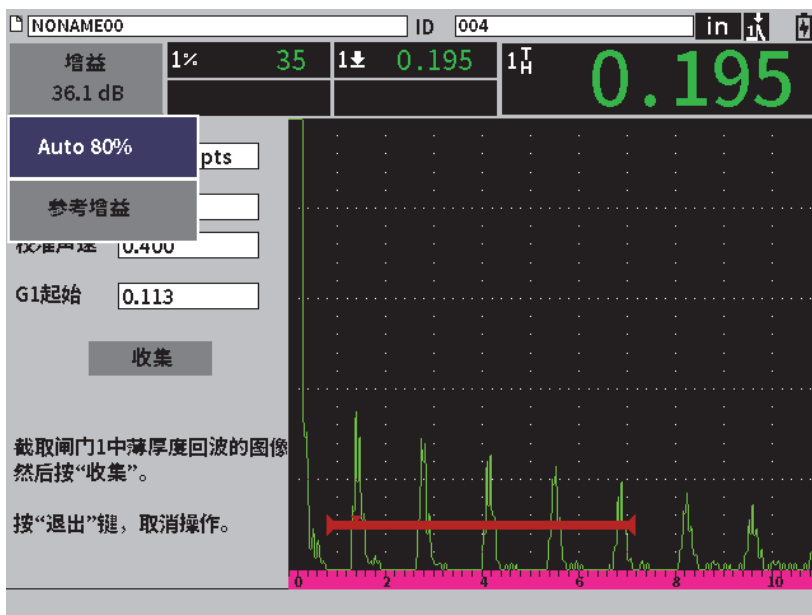

图 8-4 校准：准备好在薄阶梯回波上完成自动 80% 程序
8. 按制表键，加亮显示**增益**调整框，然后完成**自动 80%** 程序（参见第 111 页的图 8-4）。参阅第 77 页的“使用自动 XX% 功能”，了解有关**自动 XX%** 程序的详细信息。